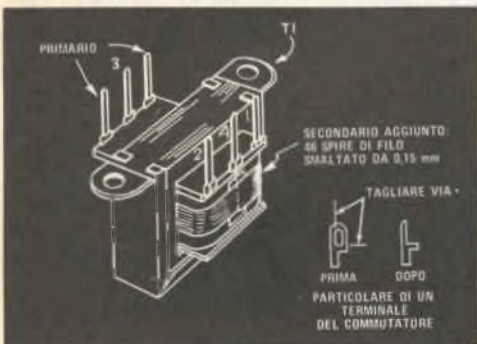
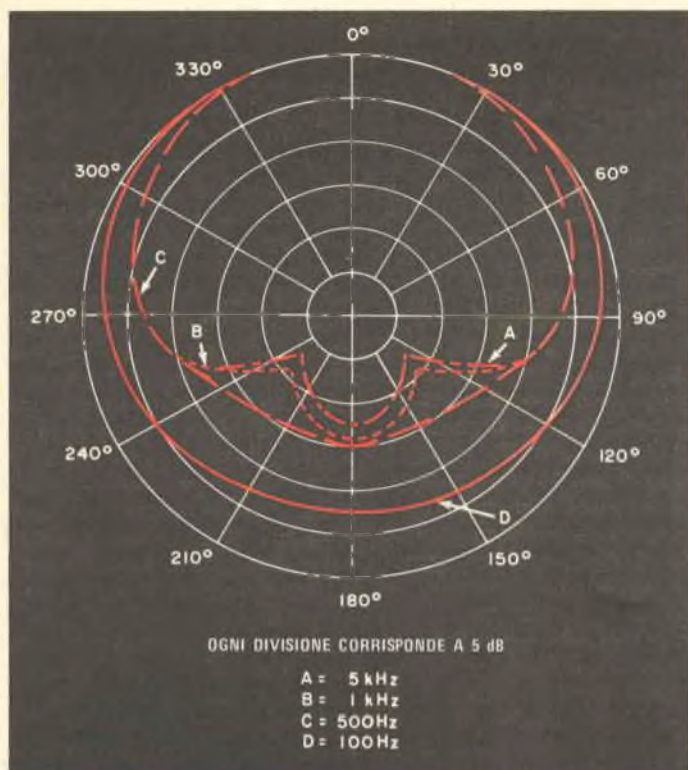

Fig. 3 - Si aggiunga un avvolgimento con relativi terminali al trasformatore e si modifichino, com'è illustrato, i terminali del commutatore.
Fig. 2 - Diagramma polare di sensibilità di un microfono cardiode a quattro diverse frequenze.
**Costruzione** - Per costruire l'identometro ed usare i circuiti stampati rappresentati nella *fig. 2*, si devono apportare alcune modifiche meccaniche a due componenti. I terminali del trasformatore T1 devono essere tagliati in modo che si adattino al circuito stampato. Come si vede nella *fig. 3*, occorre
I terminali di S2 devono essere modificati come si vede nella fig. 3, in modo che il commutatore si adatti al circuito stampato com'è rappresentato nella fig. 2. Il pannello frontale si contrassegna come nella fotografia in testa all'articolo, identificando le sei posizioni del commutatore. Si installi SO1 e si montino i LED in piccoli gommini, identificandoli esattamente. Quindi si installi il commutatore sul pannello frontale e si fissi ad esso, per mezzo di distanziatori, il circuito stampato più grande. Si noti che il circuito stampato più grande ha un piccolo distanziatore che va montato nel foro praticato presso il centro del circuito stampato del commutatore rotante.
Fig. 2 - A sinistra in alto è illustrato il circuito stampato principale ed a destra è indicata la disposizione dei componenti. Il circuito stampato qui a lato è per il commutatore rotante.
cardioide; la stessa cosa accade per i microfoni, anche se con variazioni meno vistose della direzionalità. La *fig. 2* mostra il diagramma polare di un microfono cardioide a quattro diverse frequenze, mentre nella *fig. 3* è indicata la risposta in frequenza ai suoni provenienti esattamente dalla direzione frontale (cioè formanti zero gradi con l'asse del microfono) nonché ai suoni provenienti da due diverse angolazioni. Si noti che se il diagramma polare della *fig. 2* fosse dato per tutte le frequenze, la *fig. 3* potrebbe essere direttamente derivata dal diagramma stesso.
Ne consegue (almeno così sembra) che l'effettiva risposta in frequenza di un microfono non può essere considerata semplicemente la curva misurata in direzione frontale, ma in realtà la somma di diverse curve, quali quelle rappresentate nella *fig. 3*, che si combinano in un modo dipendente dalle caratteristiche dell'ambiente in cui avviene la registrazione. Poiché ben di rado si può prevedere il comportamento dell'ambiente, si va incontro a minori sorprese utilizzando un microfono con la risposta in frequenza che cambi poco con il variare dell'angolo di incidenza. Il microfono le cui curve sono rappresentate nella *fig. 2* e nella *fig. 3*, è abbastanza buono sotto questo aspetto; altri microfoni possono essere migliori o peggiori; si badi che per alcuni tipi sarà difficile reperire, anche presso il costruttore, i dati relativi.